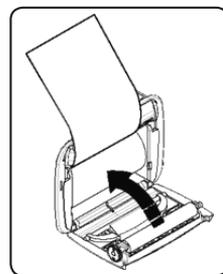

Figure 3
- Tirer sur le papier pour le faire sortir comme montré dans la figure 3 et fermer le panneau;